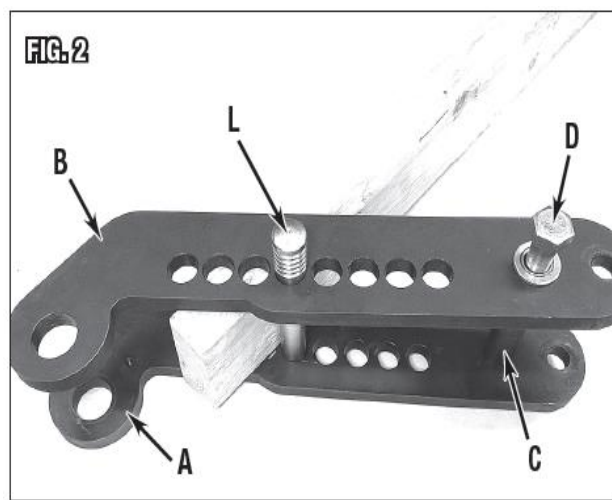

Рис. 2
3. Приготовить два комплекта болт 18 мм/шайба/распорная втулка/гайка. Поместить две распорные втулки (С) Ø1" x 4" [Ø26x102 мм] между нижней и верхней пластинами рамы (Рис. 2).
4. Вставить болт (D) М18x120 мм с 18мм с шайбой (Е) в отверстие 19 мм в верхнюю пластину рамы, распорную втулку и нижнюю пластину рамы. Поместить шайбу (Е) 18 мм между болтом и гайкой М18 (F), затянуть гайку руками. Установить второй болт аналогично (Рис. 2).